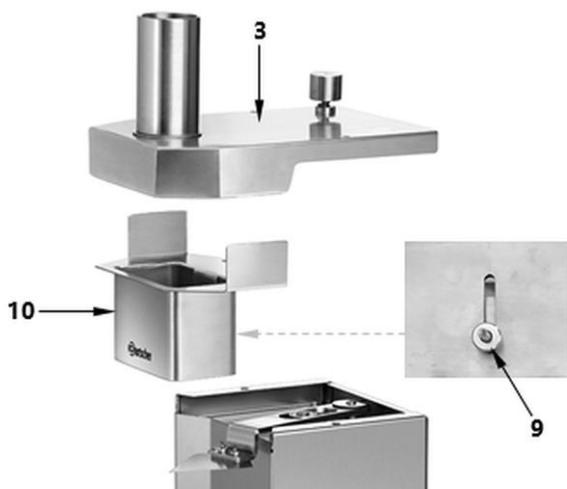

Fig. 2
4. Svitare la vite di arresto per la regolazione dello spessore della fetta (9).
5. Per garantire lo spessore della fetta desiderato, spostare il supporto distanziale (fig. 2):